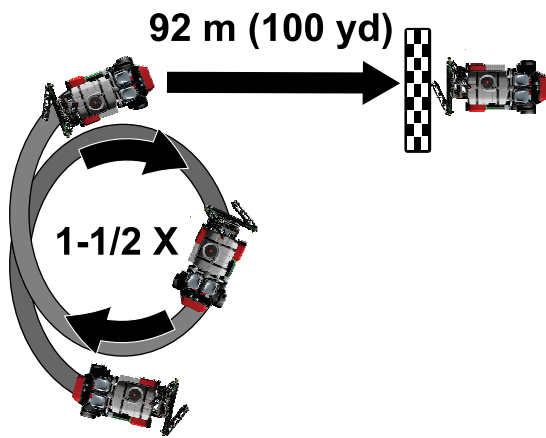

Bild 165
3. Fahren Sie mit der Maschine 1,5 Umdrehungen im Kreis (Bild 165).
5. Fahren Sie 92 m geradeaus; siehe Bild 165.